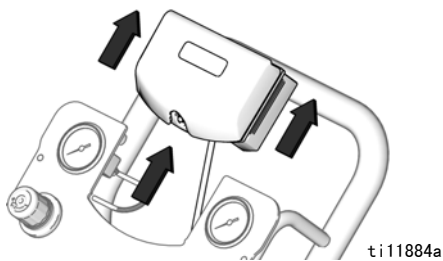

图 10. 取下 DataTrak
3. 从支架上取下 DataTrak 模块。请参见图 10。将模块和连接的电缆放至非危险场所。